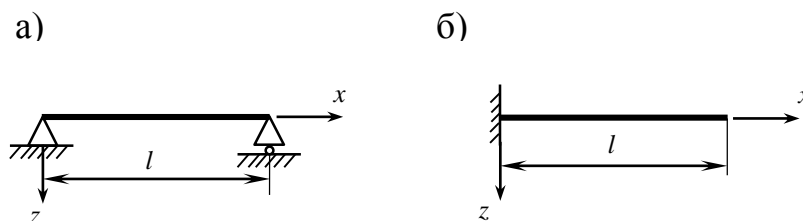

Рисунок 4 – Расчетные схемы
*Задача.* Определить формы свободных колебаний балок для некоторых частных случаев: 1) свободно опертая по концам балка (рисунок 4, а); 2) жестко заделанный консольный стержень (рисунок 4, б). Длина балки  $l$ .